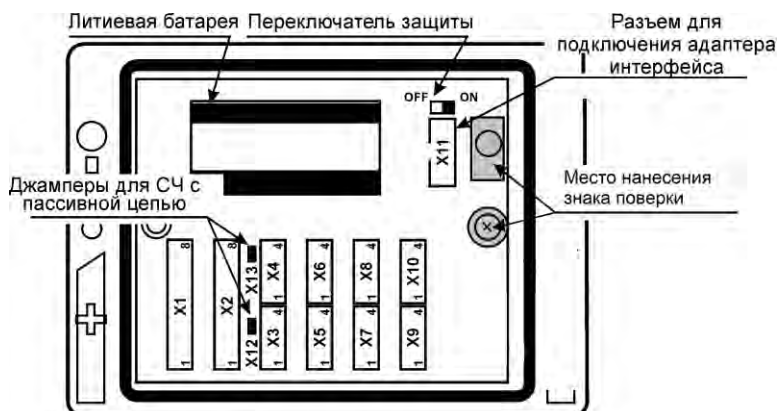

Рисунок 5.3 – Внешний вид модуля
Экраны кабелей должны быть электрически соединены между собой (только в одной точке) и с контактами ХЗ:1 и Х4:1 (рис. 5.3).
1. Джамперы X12 и/или X13 (рис. 5.3) должны быть установлены;
1. Джемперы X12 и/или X13 (рис. 5.3) должны быть сняты;
Для защиты от несанкционированного вмешательства в работу вычислителя переключатель защиты (рисунок 5.3) переводят в левое положение OFF. При этом попытки изменения настроечных параметров (кроме параметров группы **Интерф.** и параметров **RO**, **N2**, **CO2** и **P6** группы **Общие**) игнорируются, а на табло индицируется сообщение **ЗЩ!**.